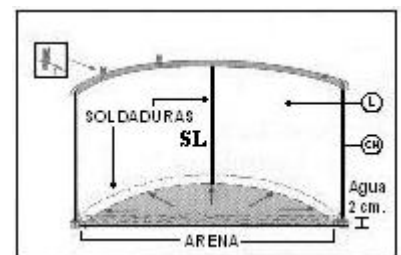

fig. 20
- a) Sitúe el liner (L), en el centro de la piscina y despléguelo hacia los laterales (colocar el lado rugoso hacia fuera). La soldadura que une la base de la piscina al lateral tiene que quedar perfectamente arrimada y alineada a los perfiles inferiores de la pared (fig.20). La soldadura del liner debe ser colocada hacia el suelo y la pared de la piscina.